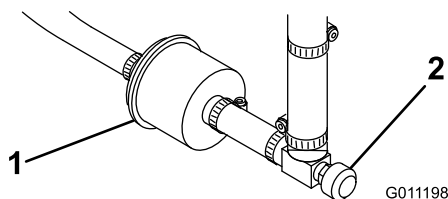

Bild 38
In die Kraftstoffleitung ist zwischen dem Kraftstofftank und dem Vergaser ein Filter eingebaut (Bild 38).
1. Schließen Sie den Kraftstoffhahn, lockern die Schlauchklemme an der Vergaserseite des Filters und ziehen die Kraftstoffleitung vom Filter ab (Bild 38).
2. Stellen Sie ein Auffanggefäß unter den Filter, lockern die verbliebene Schlauchklemme und entfernen den Filter (Bild 38).